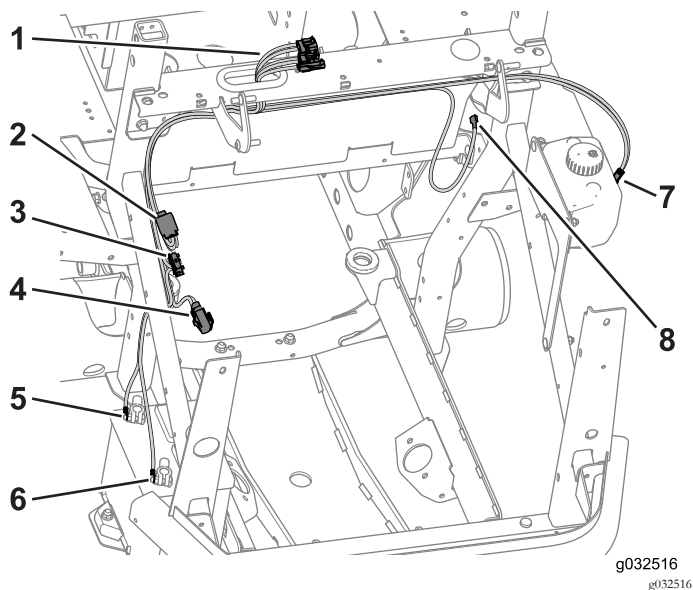

Figura 38
1. Passe os 3 conectores da cabina pelo olhal (Figura 38).
2. Passe o cabo de alimentação auxiliar pelo suporte da estrutura, ao lado do tubo ROPS, e na direção dos controlos do operador (Figura 38).
3. Passe o cabo da lavadora pelo suporte da estrutura, ao lado do tubo ROPS, e na direção da garrafa lavadora (Figura 38).